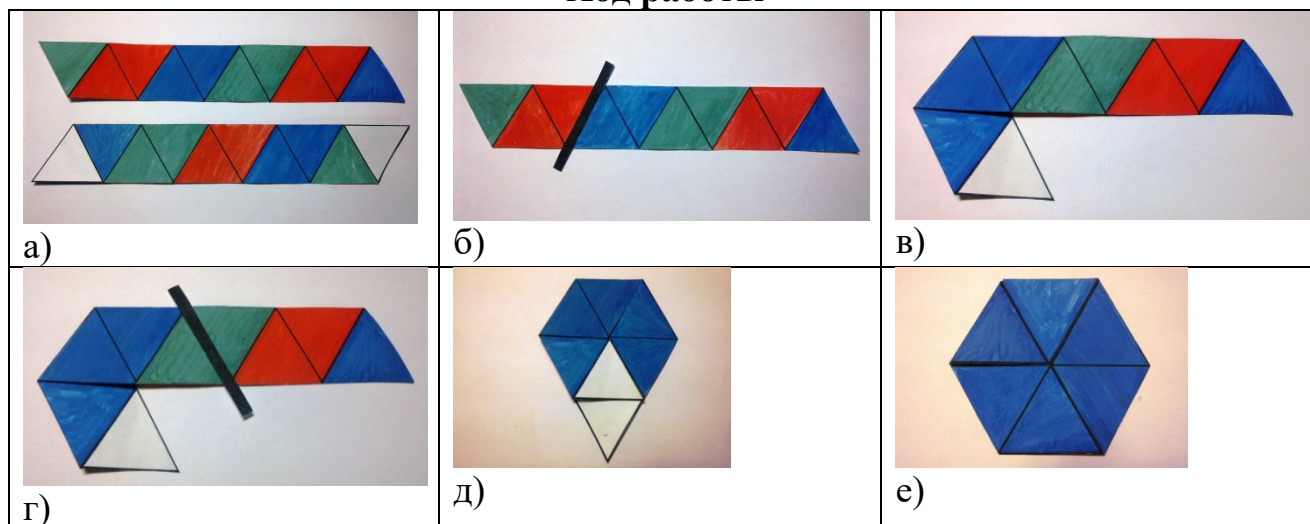

Рис. 3.
- 1) вырезать из бумаги полоску шириной 2,5 см, разметить на ней 10 равносторонних треугольников (рис. 3 (а)) (на рисунке - две стороны одной полоски);
- 2) затем полоску перегибают от себя по черной линии (рис. 3(б, в));
- 3) перегнуть полосу на себя по черной линии (рис. 3(г)), расположить ее концы так, чтобы первый треугольник оказался наложенным на предпоследний (рис. 3 (д));
- 4) последний треугольник загнуть вверх и приклеить к оборотной стороне первого треугольника (рис. 3(д, е)).